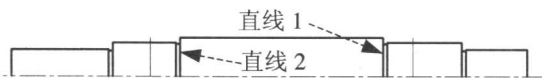

图 1.2.5 创建两条细实线
(2) 创建两条细实线。
① 切换图层。在“图层”工具栏中, 选择“细实线层”图层。
② 偏移直线。选择下拉菜单 **修改(M)** → **偏移(O)** 命令, 在命令行中输入 L (即选择偏移对象的图层), 按回车键; 输入 C (即选择偏移对象的图层为当前图层), 按回车键; 输入偏移距离值 22, 按回车键; 选择如图 1.2.5 所示的直线 1 为偏移对象, 在其右侧任意位置